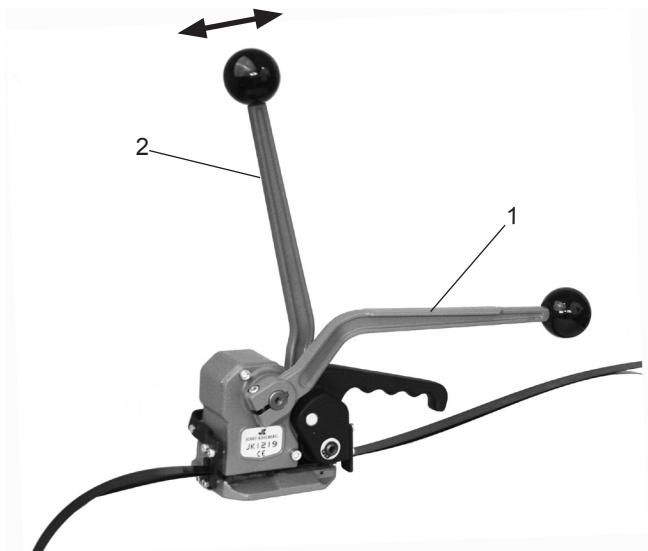

Fig. 4
- Saisir le levier de sertissage (Fig. 4/1) à l'aide de la main gauche et effectuer des mouvements d'aller-retour avec le levier de tension (4/2) à l'aide de la main droite jusqu'à ce que la tension souhaitée du feuillard soit atteinte.